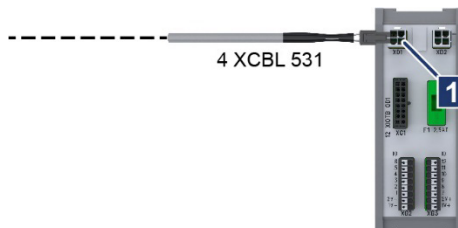

Abb. 6-4: Stromversorgung an XIOTB
3. Spannungsversorgungskabel 4 XCBL 531 am Anschlussbock XIOTB in Buchse XD1 stecken (→ Abb. 6-4/1).